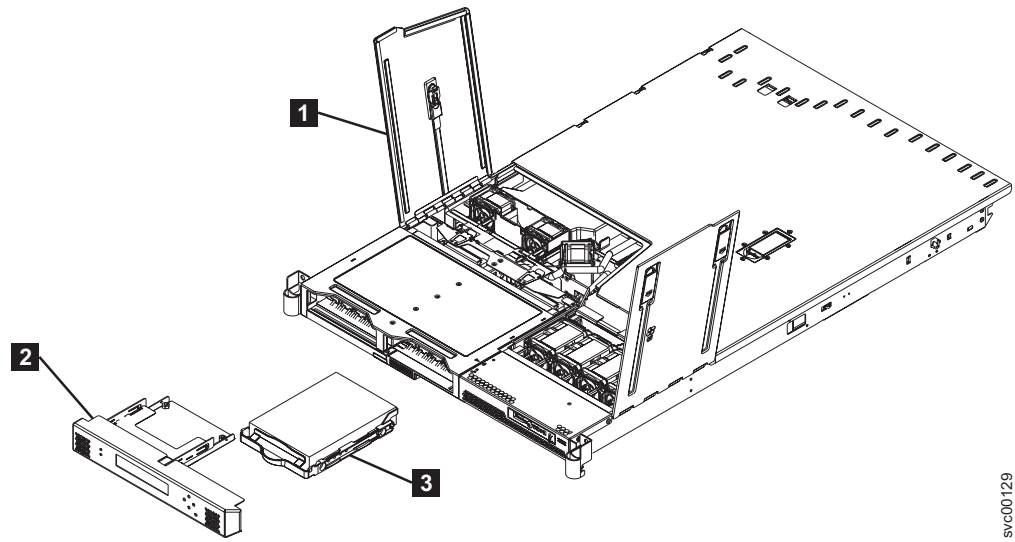

図 120. SATA ディスク・ドライブの取り外し
4. ファン・ドア A (464 ページの図 120 の **1**) を開きます。